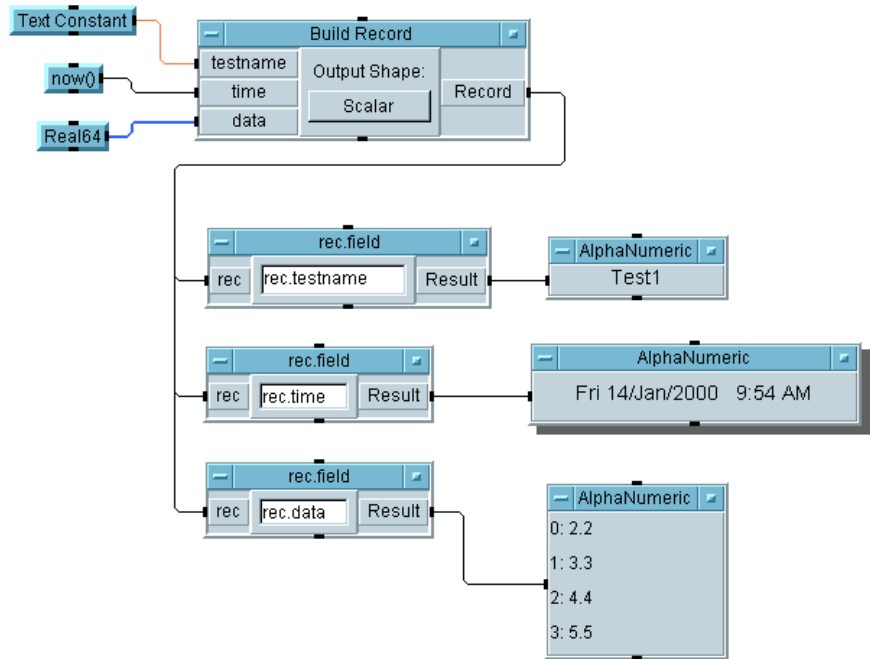

図 5-11. Get Field オブジェクトの使用
- プログラムを実行し、getfield.vee としてセーブします。プログラムは図 5-11 のように表示されます。